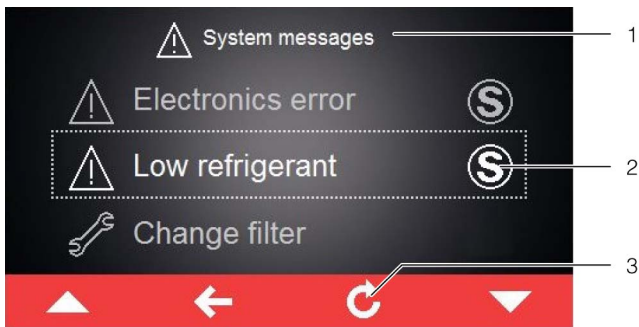

Imagen 21: Pantalla con indicación de fallo
Si se genera una indicación de fallo que no puede ser solucionada por el usuario o que no desaparece por sí sola, aparecerá el símbolo «Servicio» junto a la indicación de fallo, así como en la barra de mando junto al símbolo para indicaciones de sistema (imagen 21, pos. 2).